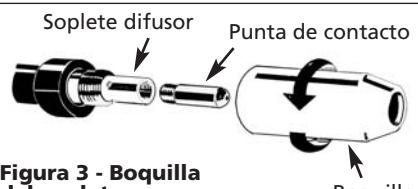

Figura 3 - Boquilla del soplete
7. Desenrosque la boquilla y la punta de contacto del extremo de soplete (Ver la Figura 3). Enchufe la soldadora en un tomacorriente adecuado.
- Con cuidado deslice la punta de contacto sobre el alambre, enrosque la punta en el extremo del soplete y vuelva a instalar la boquilla (Ver la Figura 3). Corte el alambre a cerca de 1/4 de pulgada (6 mm) del extremo de la boquilla.